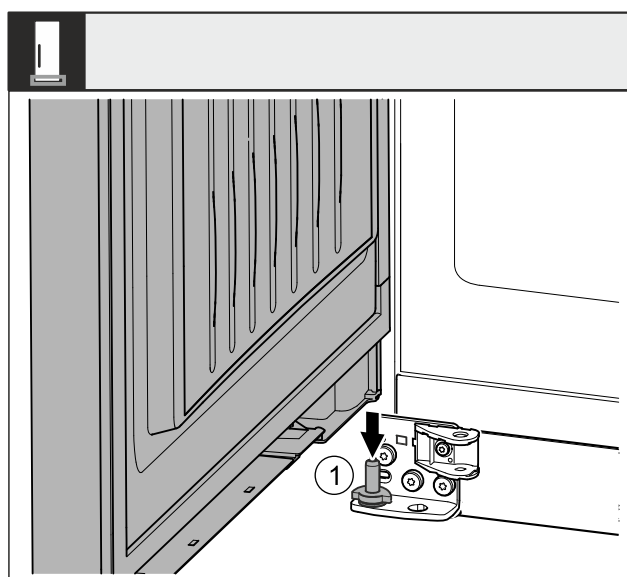

Fig. 43 *
- Поставете вратата отгоре върху долния лагерен болт Fig. 43 (1).*